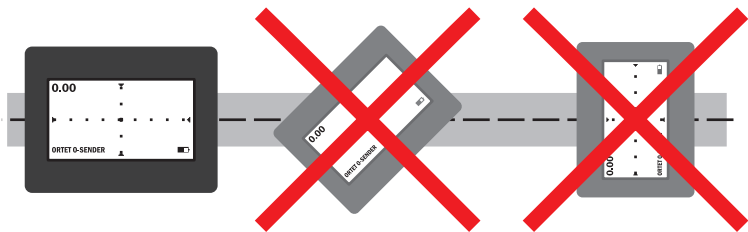

Abb. 43: Ortungsmethode **MAX PLUS (O-SENDER)** – Korrekt über der Leitung ausgerichteter Empfänger (links)
4. Für die Bestimmung der Tiefe muss der Empfänger korrekt ausgerichtet sein (Abb. 43). Drehen Sie den Empfänger so, dass das Display parallel zur Leitung mit dem Ortungssender ausgerichtet ist. Überprüfen Sie die Ausrichtung auch, wenn die Anweisung **RICHTE AUS** nicht im Anweisungsfeld erscheint.